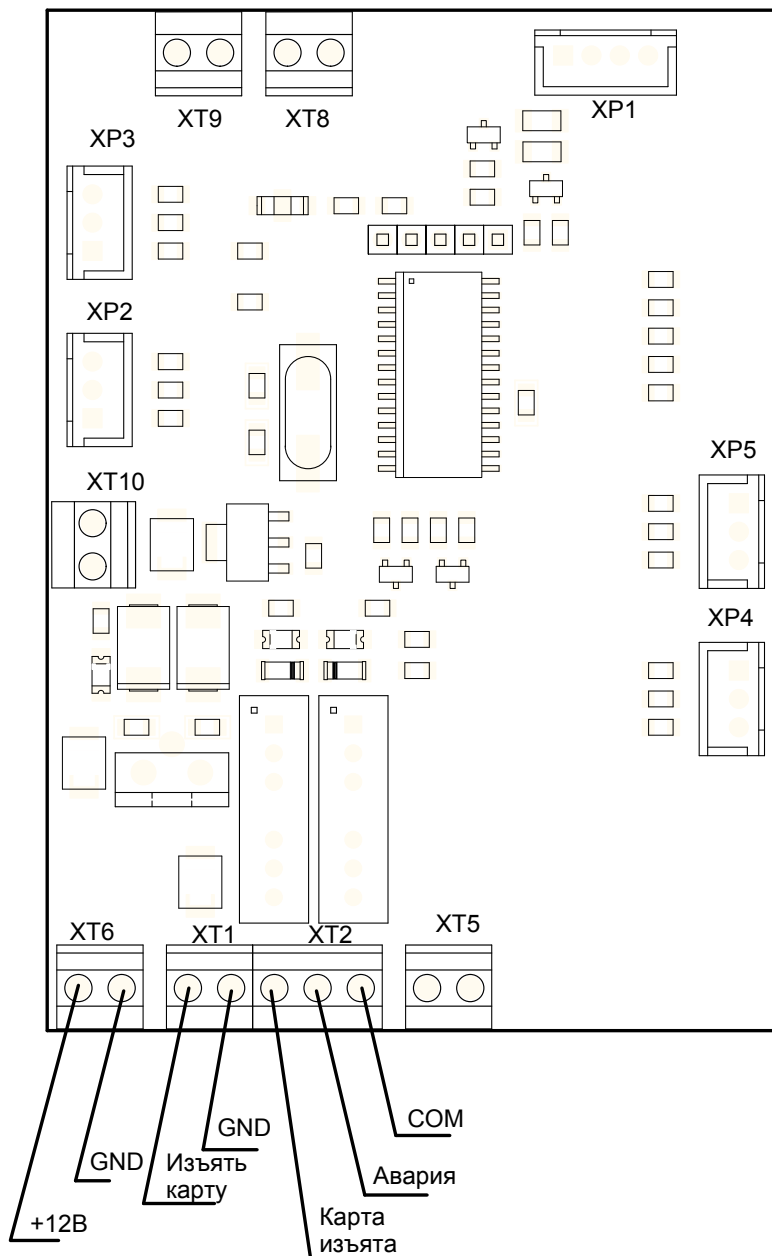

Рисунок 3 – Плата управления картоприёмником
5.3.2 Кабель питания (9)* подключается к клеммной колодке ХТ6 платы управления картоприёмником (см. рисунок 3 и Приложение А, рисунок А.1)
* Кабель (9) не входит в комплект поставки картоприёмника.